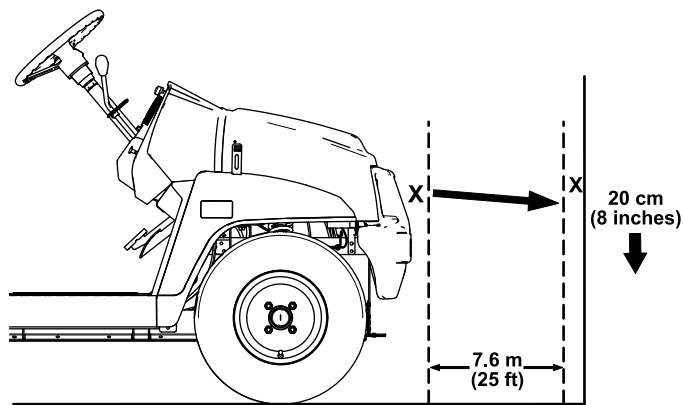

Bild 50
1. Stellen Sie die Maschine auf einer ebenen Fläche ab, dabei sollte der Abstand der Scheinwerfer ca. 7,6 m von einer Wand entfernt sein (Bild 50).
Der hellste Teil des Scheinwerfers sollte 20 cm unter der Markierung an der Wand liegen (Bild 50).